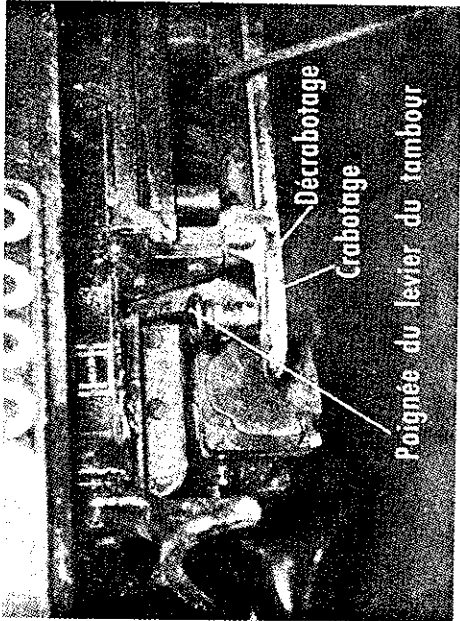

Fig. 4. — Commande du tambour de treuil
16. HALAGE D'UNE CHARGE OU D'UN AUTRE VÉHICULE (fig. 4 et 5).
B. Le tambour du treuil est débrayé (fig. 4), c'est-à-dire que le levier placé à gauche du treuil (pour un observateur placé devant le véhicule) doit être orienté dans le cran intérieur du guide-câble. Pour faciliter cette opération, soulever la poignée du levier, afin de dégager le doigt de verrouillage.